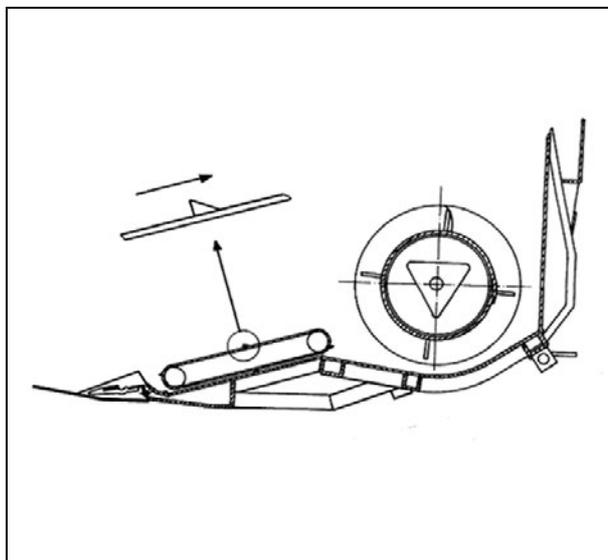

Рисунок 67
- Ремни должны быть установлены так, чтобы их движение происходило в направлении, указанном стрелкой. Если стрелка не видна, посмотрите на направляющие ролики ремня. Торцев с наибольшей конусностью направлен в сторону вращения. (Рис. 67).